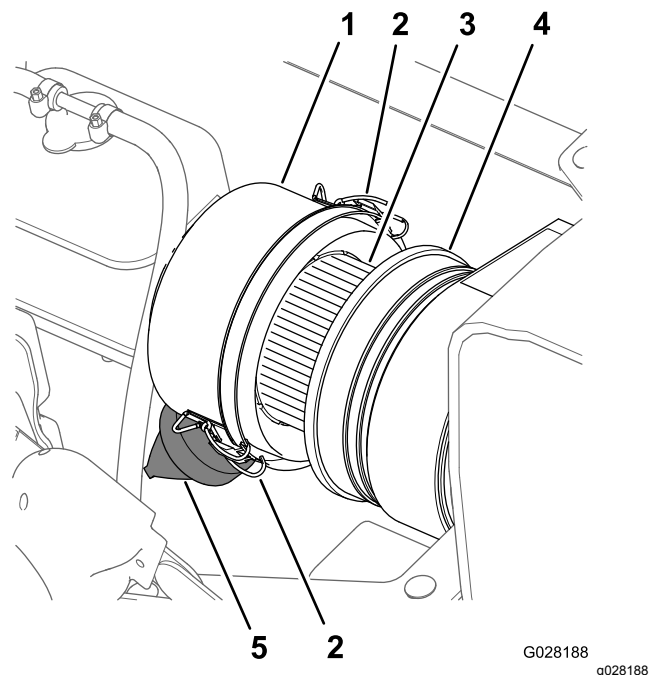
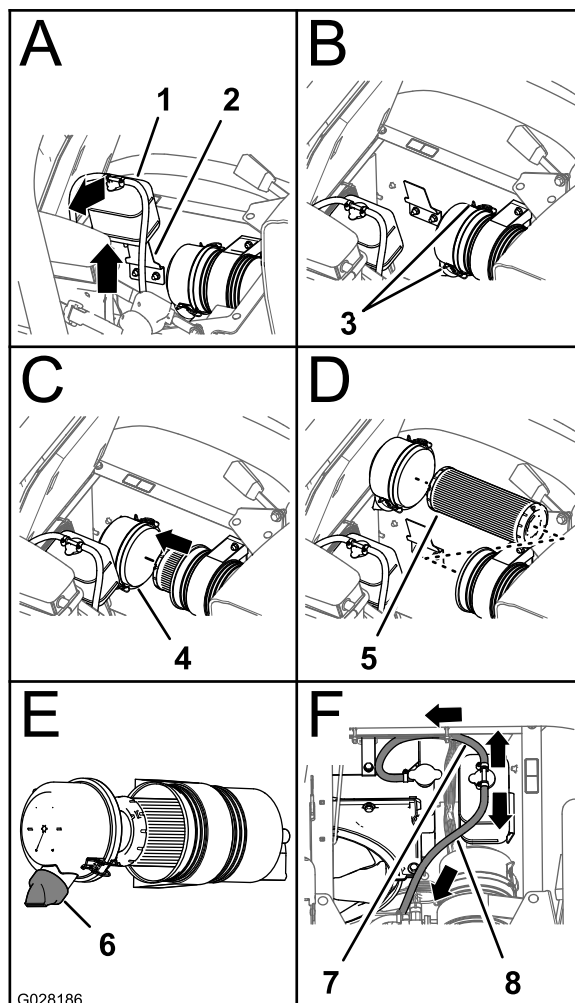

Figura 49
Figura 50
3. Pulite lo scodellino parapolvere e il corpo del filtro dell'aria (Figura 49).
4. Controllate la struttura del filtro dell'aria per verificare che non vi siano danni che potrebbero causare una perdita d'aria (Figura 49).
5. Comprimate la valvola antipolvere per pulirla da sporcizia, polvere e detriti (Figura 49).
7. Controllate che l'elemento del filtro dell'aria non presenti un eccessivo accumulo di polvere, sporcizia e detriti (Figura 49).
8. Montate lo scodellino parapolvere sul corpo del filtro dell'aria e fissatelo con i 2 fermi (Figura 49).
2. Pulite lo scodellino parapolvere e il corpo del filtro dell'aria (Figura 49).
3. Sollevate il serbatoio di troppopieno del refrigerante ed estraetelo dalla staffa di supporto del serbatoio (Figura 50).
4. Allentate i 2 fermi che fissano lo scodellino parapolvere al corpo del filtro dell'aria (Figura 50).
6. Pulite l'interno dello scodellino parapolvere, il corpo del filtro dell'aria e la valvola antipolvere con un panno umido (Figura 49 e Figura 50).
7. Inserite l'elemento del filtro nel corpo del filtro dell'aria (Figura 50).
8. Montate la copertura sul corpo del filtro dell'aria e fissatela con i 2 fermi (Figura 50).
Nota: Assicuratevi che la valvola antipolvere sia allineata tra le ore 5 e le ore 7 se vista dall'estremità (Figura 50).
9. Allineate il serbatoio di troppopieno del refrigerante alla staffa di supporto del serbatoio e inseritelo saldamente in sede (Figura 50).
Importante: Assicuratevi che il flessibile di sfianto della pressione sia disposto in avanti e in basso e che il flessibile di sfianto del serbatoio sia disposto all'indietro, come illustrato nella Figura 50.